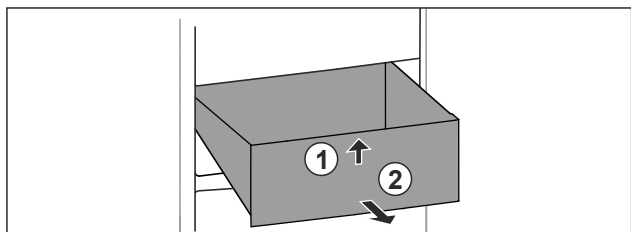

Fig. 36
► Nadvihnite zásuvku vpred. Fig. 36 (1)
► Odoberte zásuvku dopredu. Fig. 36 (2)